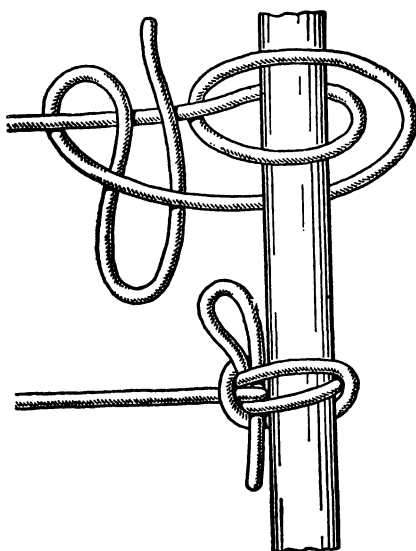

Рис. 101. «Мокрый полустык»
**«Мокрый полуштык»** (рис. 101). Многие узлы, когда они намокнут, трудно развязать. Нередко случается, что в буквальном смысле слова концы приходится рубить. Именно для такой ситуации моряки и придумали узел с названием «мокрый полуштык». Его применяют для крепления фалиней и швартовов за кнехты, палы и битенги. Он рассчитан для сильной тяги и быстрой отдачи. Как бы сильно узел ни затянулся и при этом намок, его всегда можно быстро отдать.